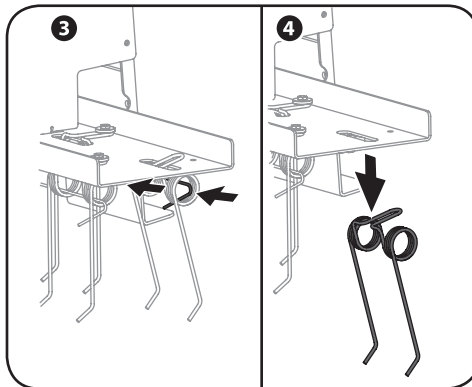

Figura 5-2
3. Pellizque el extremo del alambre de retención y deslice el diente flexible para retirarlo. Vea 3 en la Figura 5-2.
4. Con cuidado afloje el diente flexible hacia atrás (Vea 3 en la Figura 5-2), y deslice el diente hacia abajo y fuera de la bandeja del escarificador. Vea 4 en la Figura 5-2.